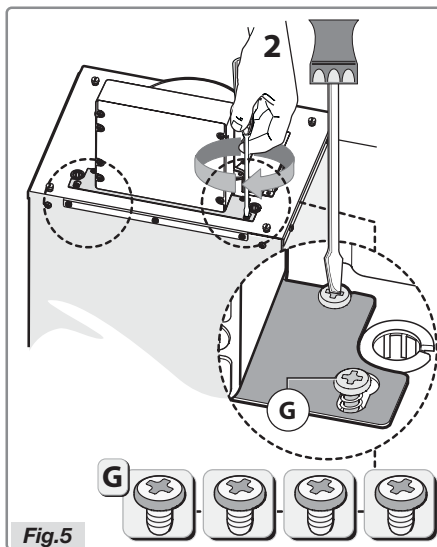

Fig.5
- Assemblez l'élément de fixation avec les quatre vis **G**, comme indiqué à la figure 5.